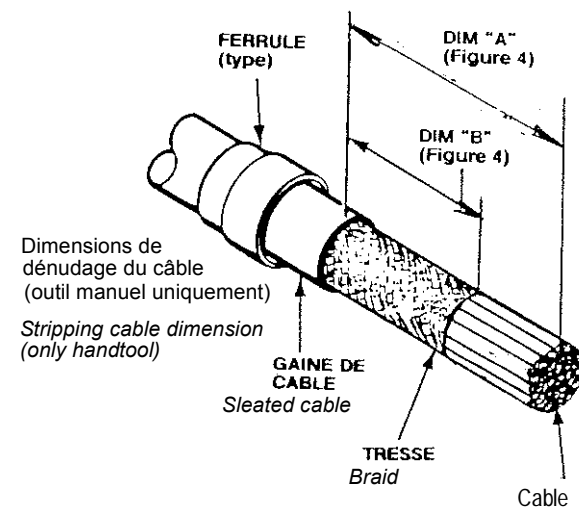

Figure 2
1. Glisser la ferrule appropriée sur le câble, l'extrémité étroite en premier (voir figure 2).
1. Slide the selected ferrule on the cable, the small end should be first (see fig. 2).
Côte "A" fig. 2	Côte "B" fig. 2